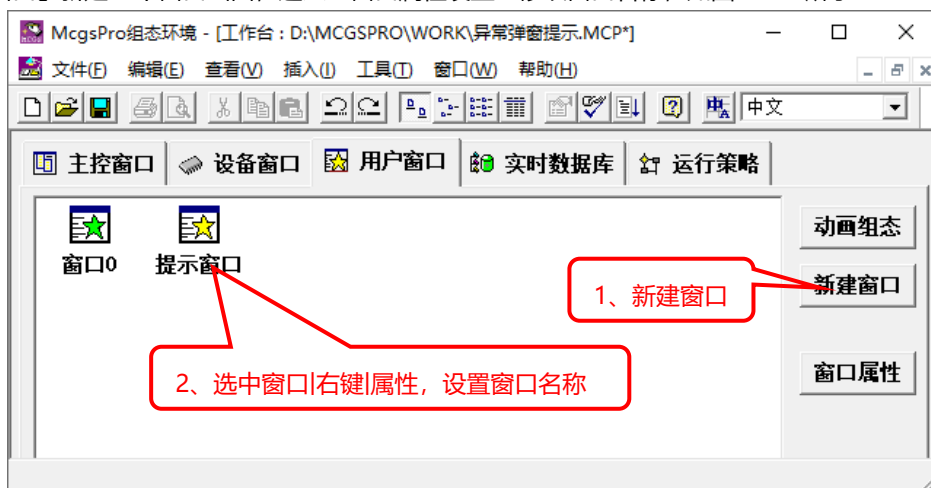
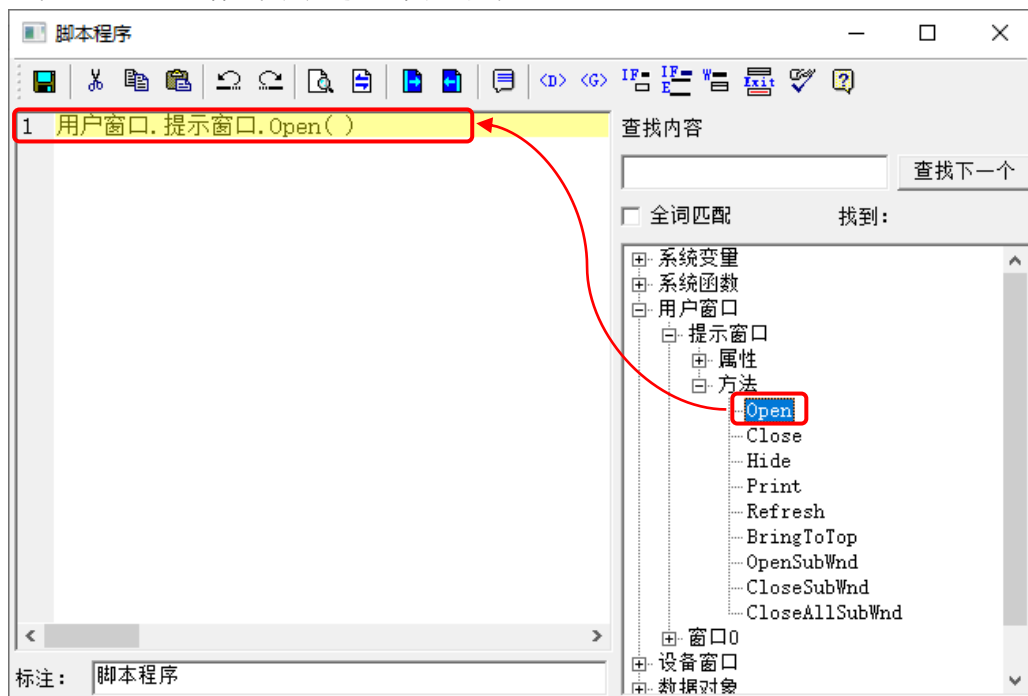

图 2.5-2 新建用户窗口
图 2.5-6 添加打开窗口脚本
- ② 在【用户窗口】新建 2 个窗口画面，进入“窗口属性设置”修改窗口名称，如图 2.5-2 所示：
- ⑦ 双击新增策略行中的脚本程序图标 ，如图 2.5-6，在脚本程序编辑页面右侧对象树，依次展开【用户窗口】→【提示窗口】(图 2.5-2 新建的用户窗口)→【方法】，双击“open”，将其添加到脚本编辑框。设置完成点击  检查脚本，通过后点击  保存，并关闭脚本程序编辑页面。
- ⑧ 回到工作台用户窗口模块，双击  进入其组态画面。进行以下操作：
- B、按照需要添加一个标准按钮构件，按照需要修改构件显示文本。双击标准按钮构件 → 【脚本程序】→【抬起脚本】，添加关闭【提示窗口】脚本“用户窗口.提示窗口.Close()”，添加方法参考图 2.5-6；